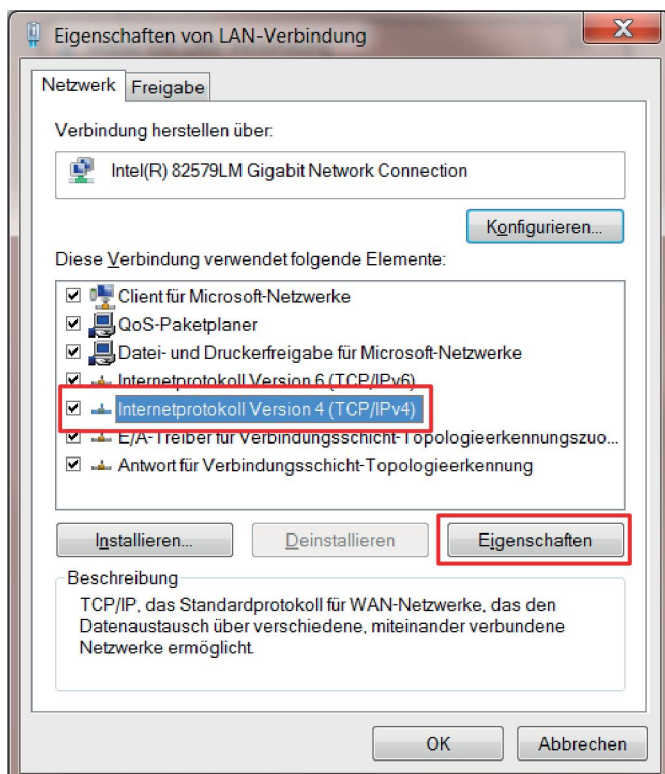

Abb. 45: Eigenschaften von LAN-Verbindung
6. ▶ „Internetprotokoll Version 4 (TCP/IPv4)“ markieren und „Eigenschaften“ ( Abb. 45 ) auswählen.